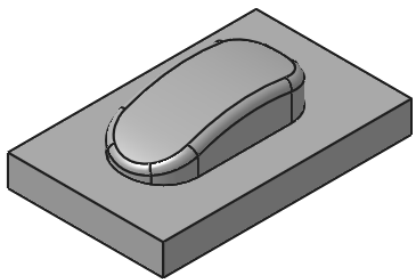

图 3-2 打开的模型文件(1)
1) 启动 CATIA V5 R20 后, 单击工具栏上的打开按钮, 打开选择文件对话框, 选择“shubiao.catpart”(随书光盘:\第 3 章\3.1\uncompleted\shubiao.catpart), 单击“OK”按钮, 打开的模型文件(1)如图 3-2 所示。
1) 单击“Geometry Management”工具栏上的“Creates rough stock”按钮, 系统弹出“Rough Stock”对话框(1), 激活“Part body”编辑框, 选择如图 3-2 所示的模型零件为目标加工零件。